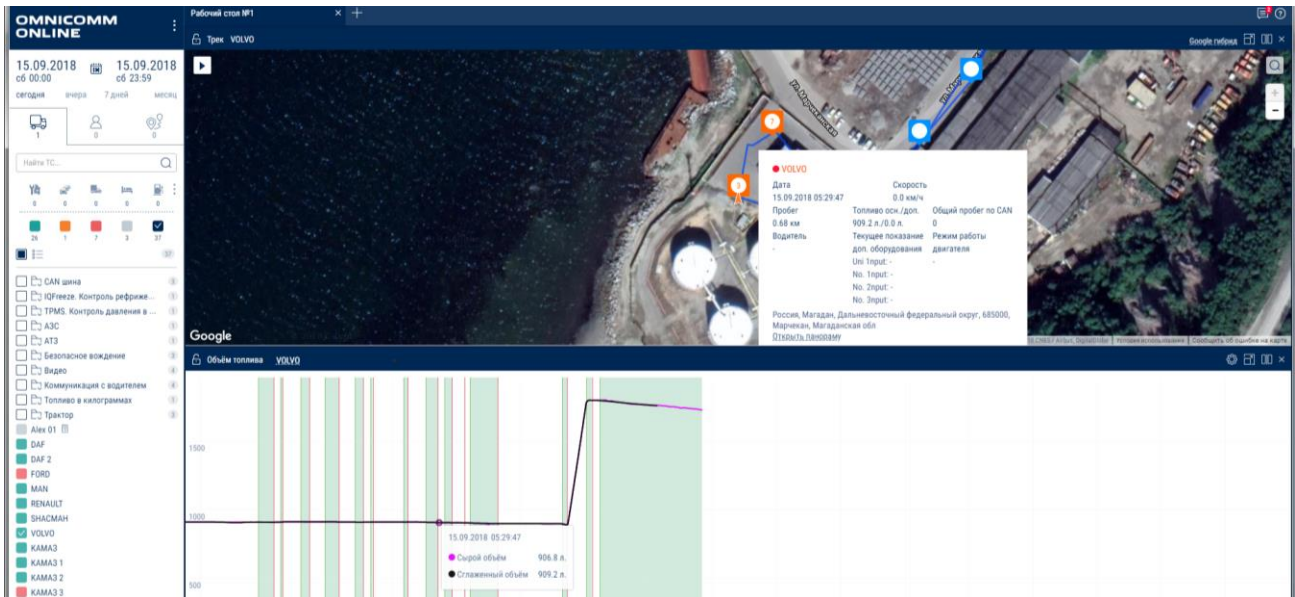

Рисунок 1.26 – Выбор вкладки **Трек + Объем топлива** и выбор точки на графике
20. Перейдите во вкладку **Трек + Объем топлива**, выберите точку на графике и просмотрите информацию (рисунок 1.26).